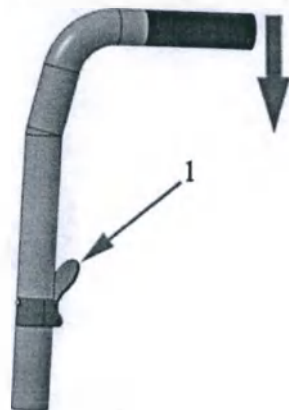

Рис.1.7
5.4.4 Кресла оснащены съемно-откидными, регулируемыми по длине голени подножками, оборудованными икроножными ремнями-упорами. Для установки подножки наденьте ее креплениями (поз.1, рис.1.5) на соответствующие крепления на раме, затем отведите подножку внутрь рамы до щелчка. Для снятия подножки нажмите на флажок (поз.1, рис.1.6) и отведите подножку в сторону, затем извлеките подножку из креплений движением вверх. Для регулировки подножки по длине голени ослабьте болт (поз.1, рис.1.7), установите подножку на нужную высоту, затяните болт.